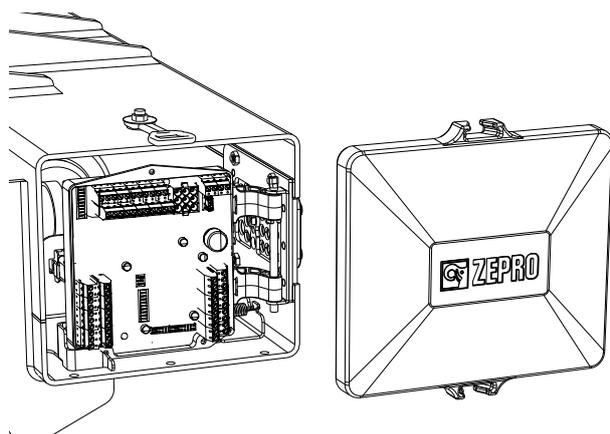

Figura 17. Quitar la tapa protectora
2. Quitar la tapa protectora, montada con dos cierres rápidos, véase Figura 17.